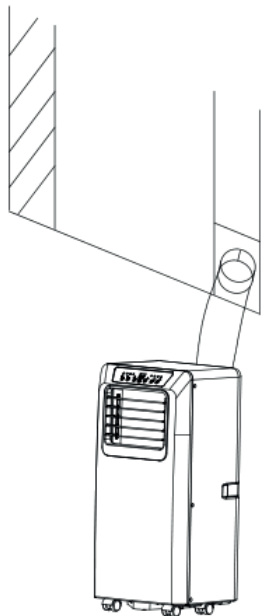

Fig. 6
- 2) Bringen Sie den Abluftschlauch wie in Abb. 6 und 6a dargestellt an und stellen Sie die Fensterposition entsprechend ein.